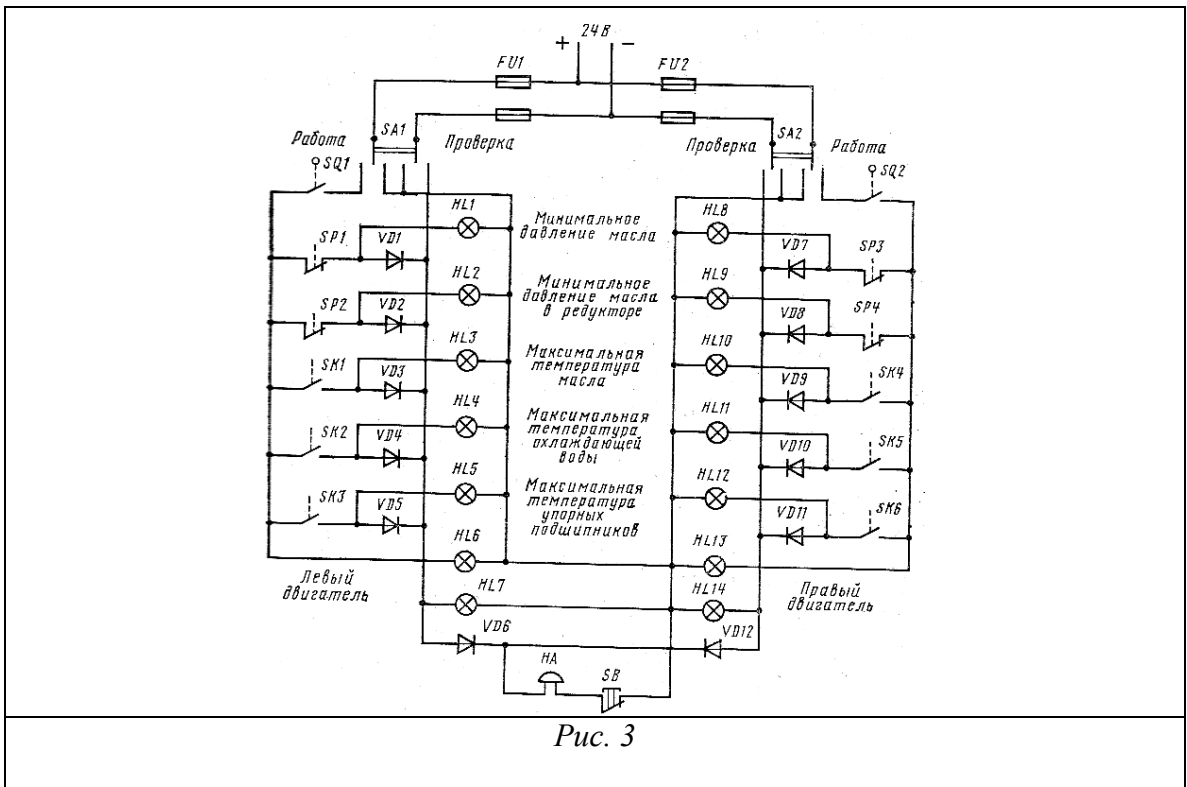

Рис. 3
3. Назвать элементы и назначение в схеме СПАС-5, принцип работы схемы в аварийных ситуациях с главным двигателем (рис.3)